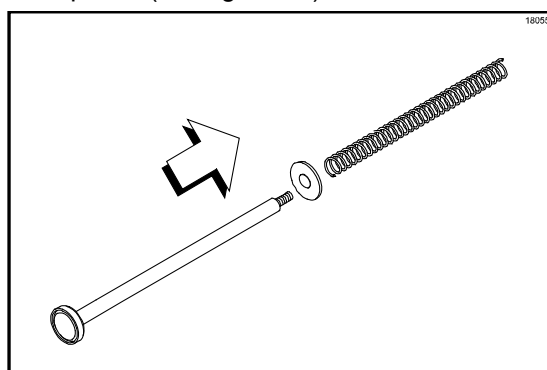

Figure 75
6. Retirer le ressort et la rondelle de l'assemblage du piston (Cf. Figure 75).